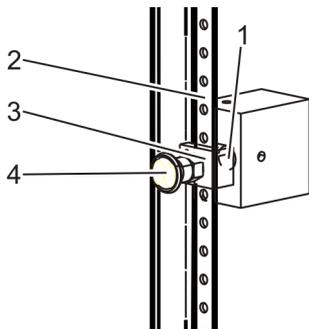

Abb. 44: Rastbolzen
4. ▶ Rastbolzen (Abb. 44/3) durch Herausziehen des Knaufs (Abb. 44/4) aus der Arretierung lösen.
⇒ Der Rastbolzen (Abb. 44/3) lässt sich verschieben.
5. ▶ Den Rastbolzen (Abb. 44/3) so lange entlang der Zählschiene (Abb. 44/2) verschieben, bis die Oberkante des Rastbolzens und die Oberkante des Initiators (Abb. 44/1) auf gleicher Höhe liegen.
6. ▶ Rastbolzen (Abb. 44/3) durch Eindrücken des Knaufs in das nächsthöhere Loch in der Zählschiene einrasten.